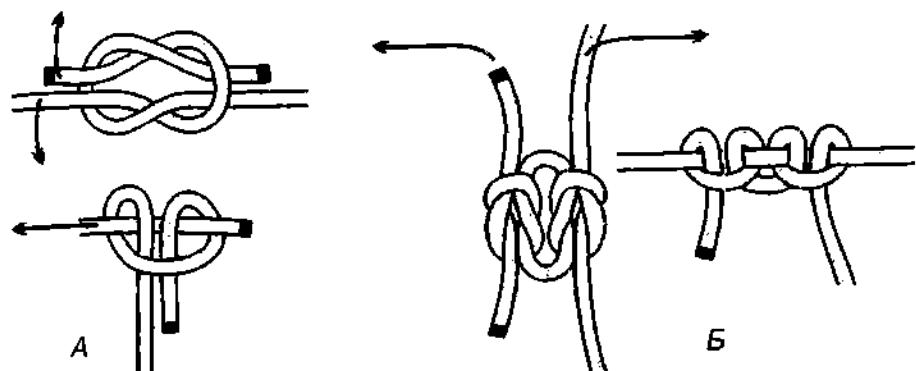

Рис. 802. Быстрый способ развязывания: А – *прямого узла*; Б – *двух прямых узлов*.
**Прямой узел** состоит из двух полуузлов, завязанных последовательно один над другим. Чтобы развязать **прямой узел**, необходимо коренной и ходовой концы одной из сторон потянуть в разные стороны так, чтобы узел деформировался. После этого **прямой узел** превращается в **коровий узел**, который легко снимается с ходового конца (рис. 802 А).
Даже если связать оба конца несколькими *прямыми узлами*, они всё равно могут быть быстро развязаны, так как узел чрезвычайно легко выворачивается (рис. 802 Б).